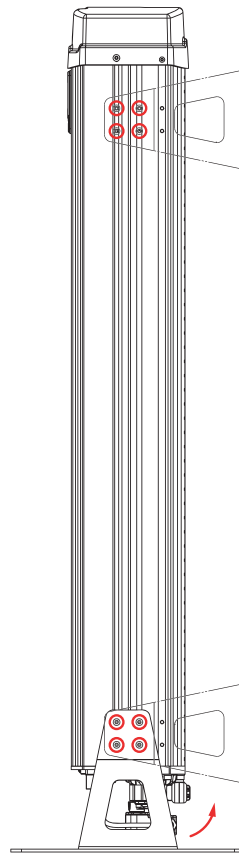

图2
- 根据干燥器顶部的四个安装孔位置放置好额外的墙壁支架。(见图2)